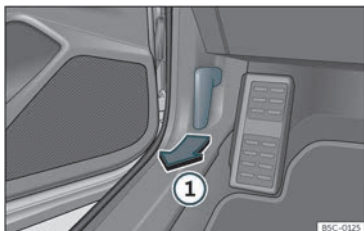

Fig. 183 Leva di sblocco nel vano piedi del lato conducente.
- Aprire la porta e tirare la leva posta al di sotto del cruscotto»» fig. 183 ①.